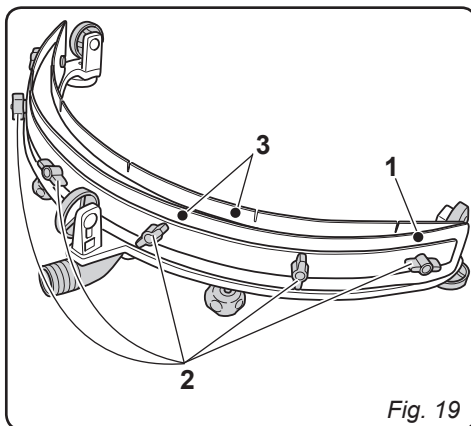

Fig. 19
- Appuyer sur le bouton (3) en activant la rotation de la brosse, puis appuyer sur le levier (4) et le relâcher; la brosse (5) est dégagée.
- Remplacer la brosse puis appuyer sur la flasque de support (6) sur la brosse (5) et appuyer sur les leviers (4) jusqu'à entendre le "CLICK" d'accrochage de la brosse sur la flasque.
- Appuyer sur le bouton (3) en position "0".
11.1.f - Substitution des raclettes en caoutchouc (Fig. 19)